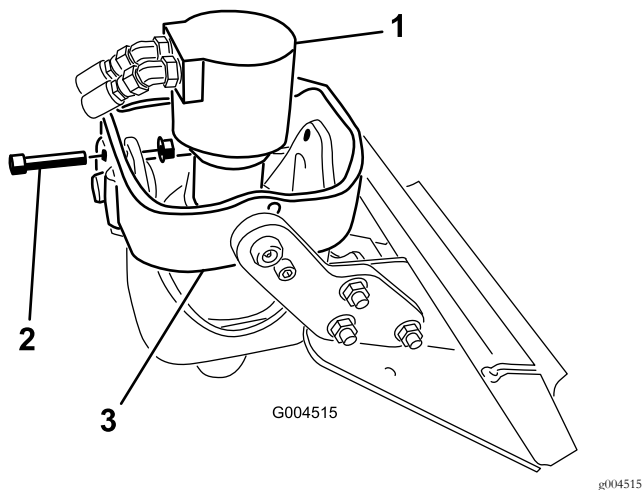

Figura 4
1. Se state montando una trivella su una testata motrice modello 22806, posizionate la testata motrice in senso verticale, fate scorrere un bullone ($1/2 \times 2-1/2$ poll.) nei fori dei bracci della base anteriori e fissatelo senza stringere con un dado flangiato ($1/2$ poll.) (Figura 4).